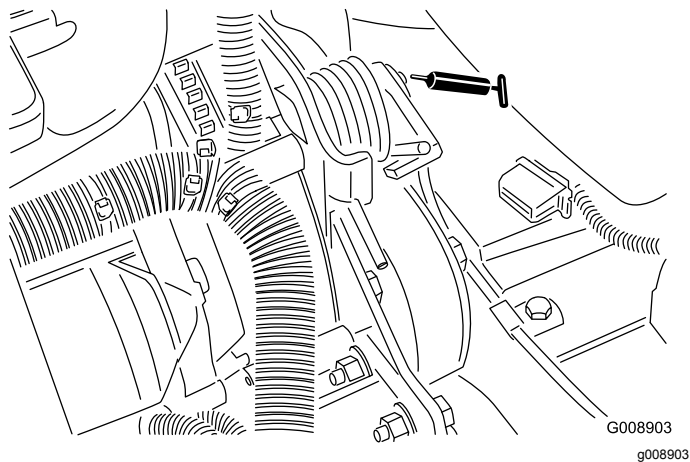

Figura 41
- Articulação da tensão da correia (Figura 41)